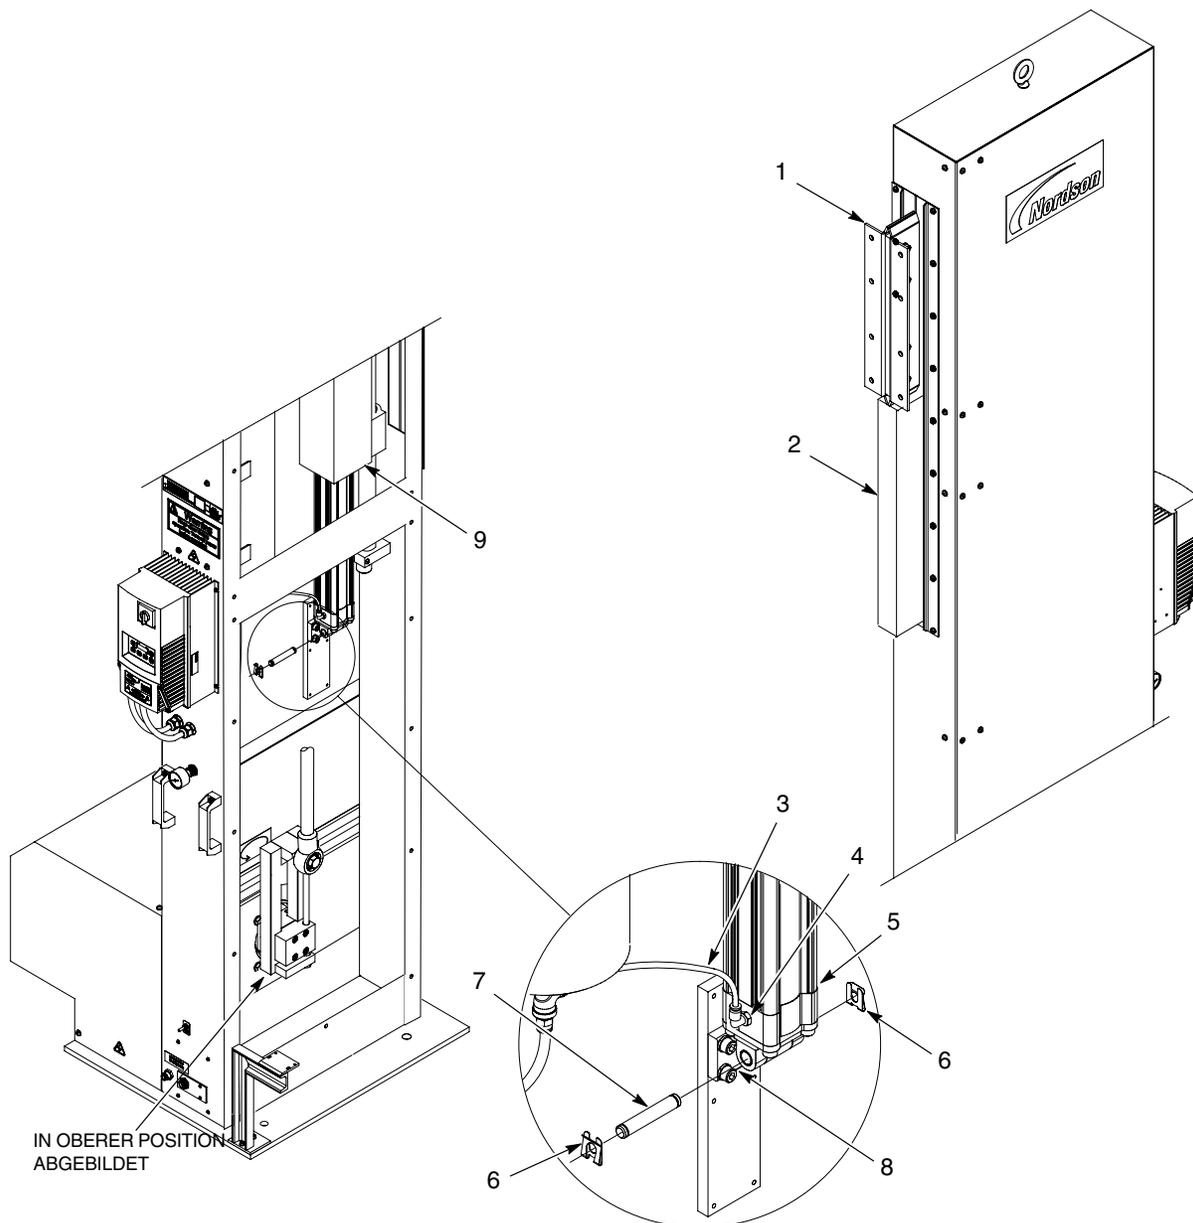
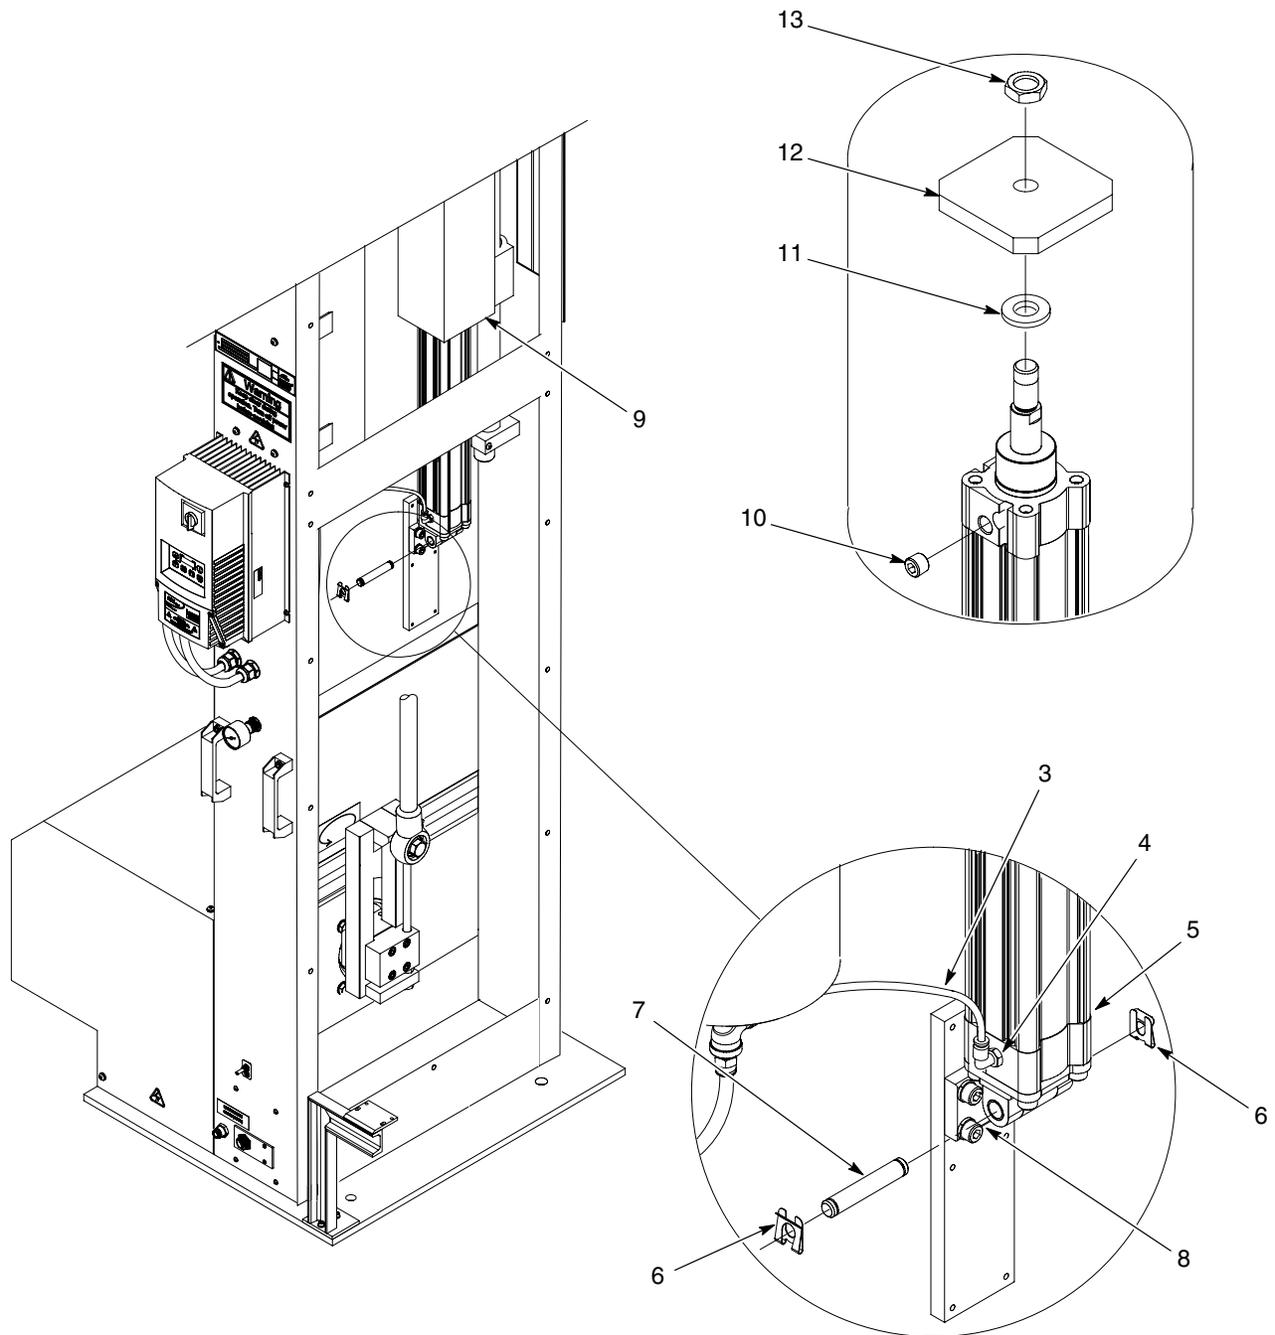

Abb. 19 Luftzylinder installieren
Abb. 20 Luftzylinder installieren
1. Siehe Abbildung 19. Den Pistolenwagen (1) in die obere Position bewegen. Den Pistolenwagen (1) mit einem Block (2) wie abgebildet in dieser Position fixieren.
2. Den Luftzylinder im Halterohr (9) der Lagerbaugruppe installieren. Den Luftzylinder mit dem Stift (7) und den Klemmen (6) befestigen.
3. Die Luftleitung (3) an der Luftzylinderverschraubung (4) anschließen.
3. Siehe Abbildung 20. Die Luftleitung (3) von der Luftzylinderverschraubung (4) trennen.
4. Die Klemmen (6) und den Stift (7) abnehmen, mit denen der Luftzylinder (5) an der Halterung (8) befestigt ist. Den Luftzylinder vom Halterohr (9) der Lagerbaugruppe abnehmen.
- a. Verschraubung (4), Entlüftungsöffnung (10), Unterlegscheibe (11), Stützplatte (12) und Sicherungsmutter (13) vom alten Luftzylinder abnehmen.
6. Den neuen Luftzylinder (5) im Halterohr (9) der Lagerbaugruppe installieren. Den Luftzylinder mit dem Stift (7) und den Klemmen (6) befestigen.
7. Die Luftleitung (3) an der Luftzylinderverschraubung (4) anschließen.
8. Siehe Abbildung 19. Den Pistolenwagen (1) in die untere Position bewegen, indem der Block (2) vorsichtig entfernt wird. Der Pistolenwagen sollte sich langsam nach unten bewegen.